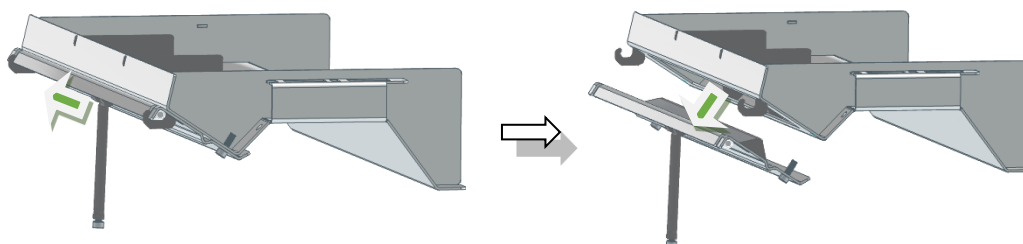

Figure 12 – Retrait du rabat du double déflecteur
3. Ensuite déplacez ensuite le double déflecteur vers le haut (1) puis vers l'avant (jusqu'à la porte) (2), il se desserrera et vous pourrez le détacher et le retirer en tirant vers le bas (3), voir Figure 12 – Retrait du rabat du double déflecteur.
4. Vous pouvez retirer la visière avant du double déflecteur de fumée, en le déclipant des supports, comme le montre la figure 12.